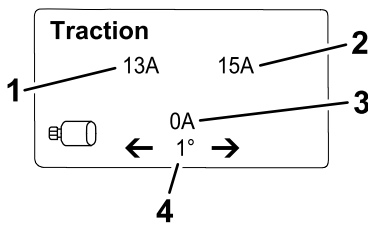

図 22
- **走行情報画面** 図 22: 現在のステアリング角度と、各走行モータに配分されている電流値を表示します。